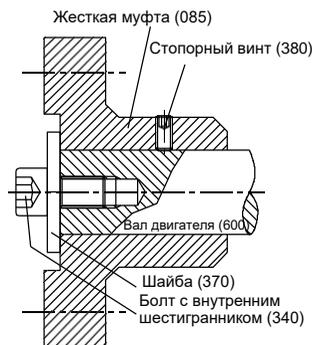

Рис. 9
- Расположить двигатель (600) вертикально, торцом вала вверх.
- Надвинуть жесткую муфту (085) на вал двигателя, поместить шайбу (370) на жесткую муфту (085) затянуть при помощи болта (340). Таким образом, конец вала и конец муфты будут располагаться в одной плоскости (см. рис. 9).
- Затянуть стопорный винт (380) на жесткой муфте (085).
- Установить вал насоса (060) на жесткую муфту (085).
- Смонтировать фонарь (012) для двигателя (600).
- Поместить крышку корпуса насоса (046) на фонарь (012)
- Надвинуть вращающуюся часть торцевого уплотнения на вал насоса (060) и разместить распорную муфту (067).
- Поместить шпонку рабочего колеса (210) в паз, надвинуть рабочее колесо (050) на вал (060) и завинтить гайки рабочего колеса (065).
- Собрать корпус рабочего колеса (001).